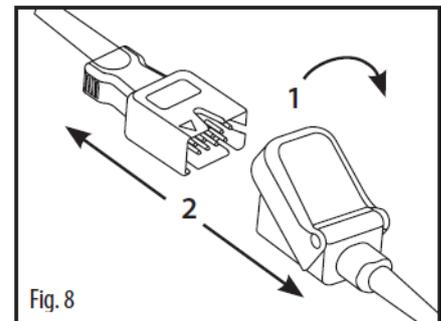

Fig. 30 Trennen des LNCS-Sensors vom LNC-Patienten-kabel
Siehe Bild 8 in Fig. 30: Heben Sie die Schutzabdeckung an, um Zugang zum Sensoranschluss (1) zu erhalten. Ziehen Sie fest am Sensorstecker, um ihn vom Patienten-kabel (2) zu trennen.